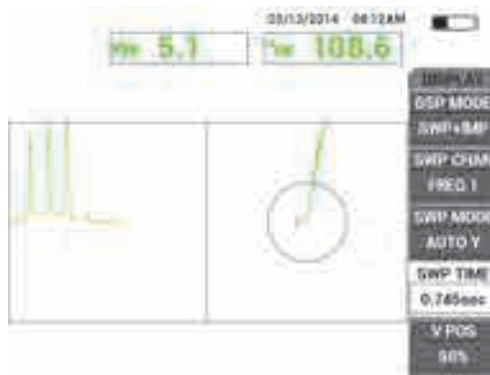

Рис. 5-37 Отображение максимальной амплитуды сигнала и угла сигнала (по умолчанию)
3. Убедитесь, что значение максимальной амплитуды сигнала и угол сигнала отображаются по умолчанию, как показано в примере на Рис. 5-37 на стр. 153. Подробнее о типе показания или положении на импедансной плоскости см. в разделе «Отображение значений в режиме реального времени» на стр. 56.